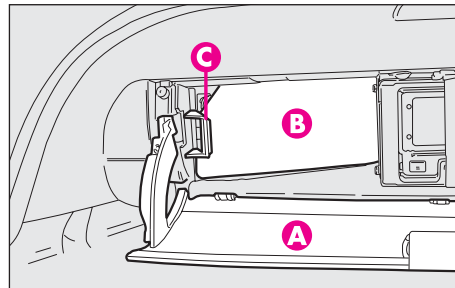

fig. 33
- en agissant de l'intérieur du coffre à bagages, ouvrir le tiroir (A-fig. 33) puis le volet (B) à l'aide de la languette (C);